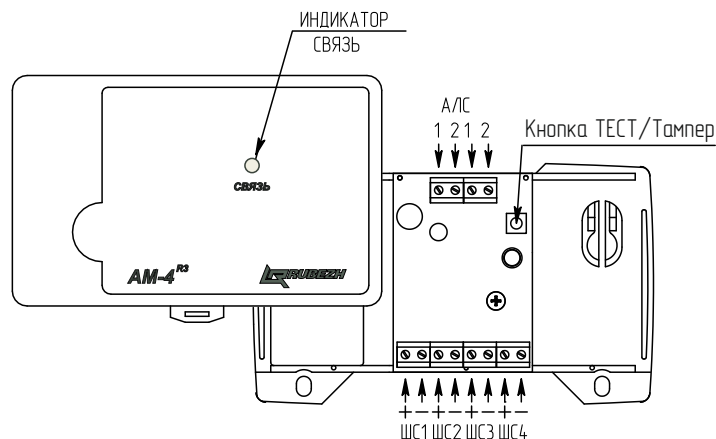

Рисунок 1 – Внешний вид крышки и основания с платой
4.2 Адресная метка представляет собой конструкцию (см. рисунок 1), состоящую из корпуса, внутри которого размещена плата с электронными компонентами, обеспечивающая обработку сигналов со шлейфов сигнализации. На плате установлены клеммные контакты для подключения адресной метки к АЛС и для подключения шлейфов сигнализации (ШС).